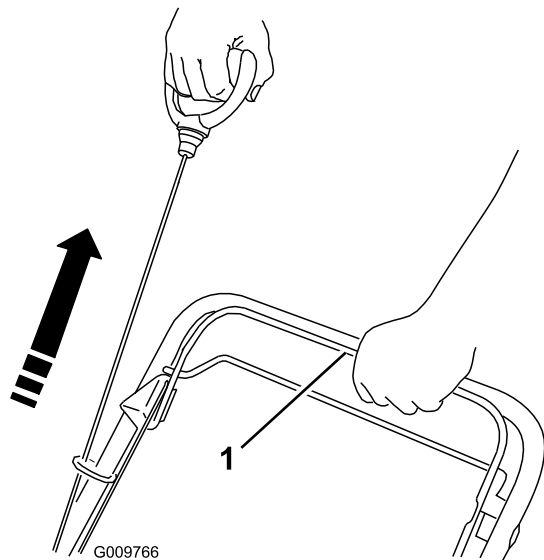
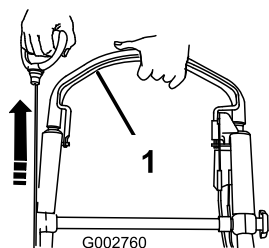

Bild 23
Bild 24
2. Drücken Sie den Schaltbügel zum Bügel und ziehen Sie am Rücklaufstarter (Bild 23 oder Bild 24)